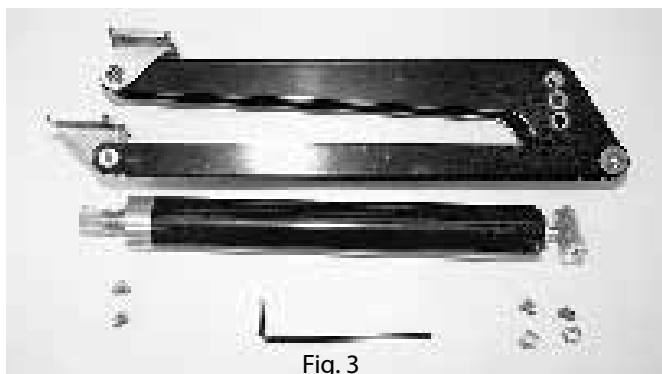
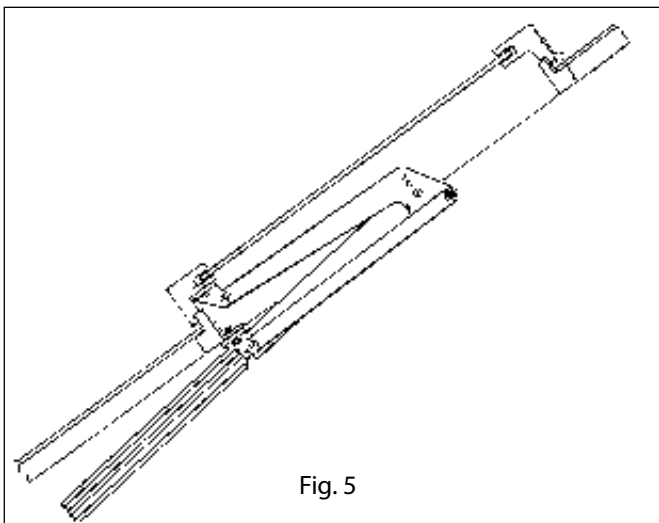

Fig. 3
Fig. 5
1. Choisissez tout d'abord la position désirée du ressort / amortisseur. Notez que cela déterminera également la position du cylindre. (Voir fig. 5+6) Si l'amortisseur n'est pas initialement dans le bon sens, vous pouvez le dévisser et le remonter en le tournant à 180° (voir fig. 3+3+4).
4. Utiliser la vis de compression (qui comprime l'amortisseur) en tournant jusqu'à l'obtention de l'angle d'ouverture idéal des bras du dispositif. Visser alors les attaches de fixation dans le châssis ou le cadre (voir fig.5+6).